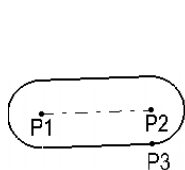

图 2-51
- 三点确定延长孔：先拾取任意一点 P1 作为延长孔的第一个圆的圆心，再取 P2 为第二个圆心，取点 P3 为经过轮廓线的点，就能确定延长孔，如图 2-51 所示。